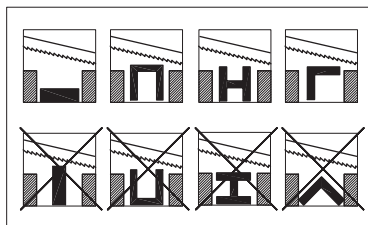

Fig. 11
4.6 POSIZIONAMENTO CORRETTO DEL PEZZO IN MORSA (Fig.11)